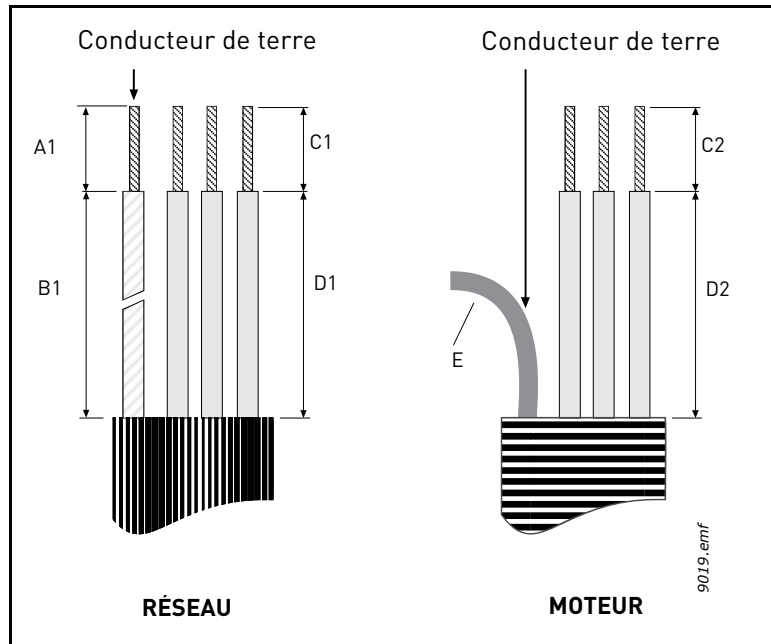
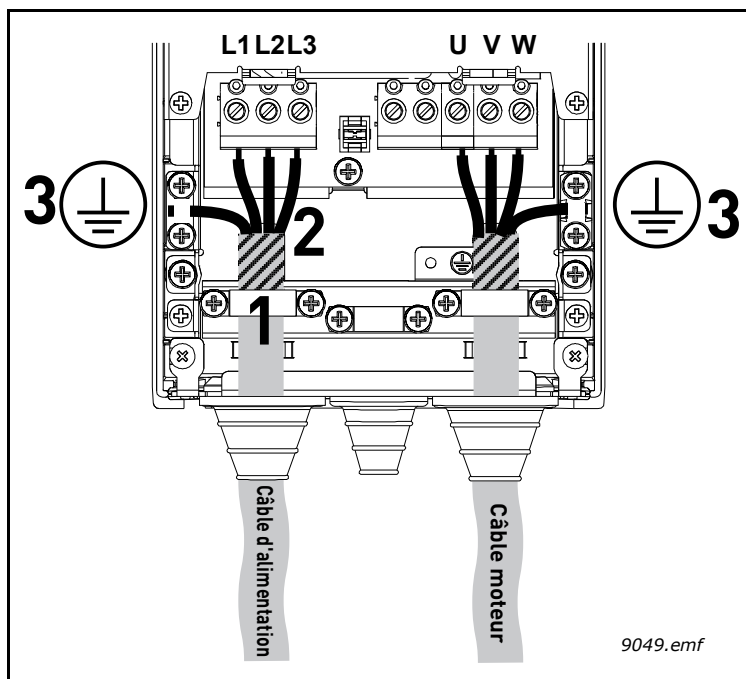

Figure 22. Dénudage des câbles
Figure 29.
7 Branchez les câbles (voir figure 22 et tableau 19) dénudés comme illustré (figure 29).
- Dénudez le blindage des trois câbles afin de permettre une connexion à 360° avec le collier (1).
- Raccordez les conducteurs (phase) des câbles d'alimentation, de la résistance de freinage et du moteur à leurs bornes respectives (2).
- Torsadez le reste du blindage des trois câbles pour les raccorder à la terre avec les colliers, comme illustré en (3) (figure 29).